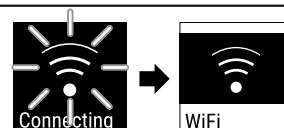

Fig. 86
- Lidhja do të vendoset (shihni Fig. 86).